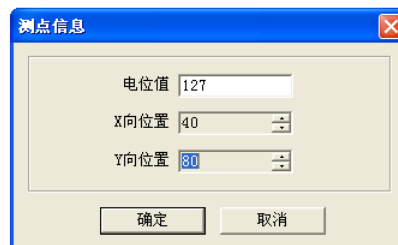

图 4-14 测点信息
- 1、编辑测点：编辑当前测点的相关信息（其中当前测点是指视图区中“数据阵列”、“数据图标”和“数据色谱”中静态光标标记的测点），编辑测点对话框如图 4-14 所示。
- 2、添加测点：向当前构件手动添加一个测点，相应的弹出对话框见图 4-14。